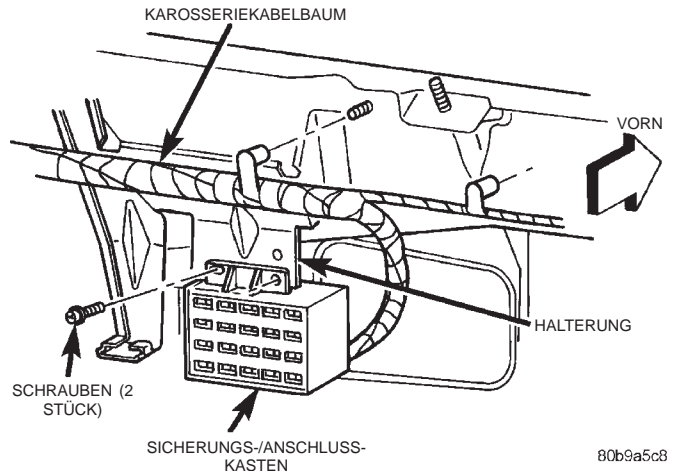

Abb. 6 Sicherungs-/Anschlußkasten aus- und einbauen
(1) Batterie-Minuskabel (-) abklemmen und elektrisch isolieren.
(2) Instrumententafel von der Spritzwand abbauen. Näheres hierzu siehe **“Instrumententafel”** im Abschnitt **“Aus- und Einbau”** in Kapitel 8W, “Schaltpläne”.
(3) Die einzelnen Steckverbinder des Karosseriekabelbaums abziehen. Näheres hierzu siehe Abschnitt **“Lage der Steckverbinder”** in Kapitel 8W, “Schaltpläne”.
(4) Alle Befestigungselemente lösen, mit denen die Masseösen des Karosseriekabelbaums an der Karosserie und am Fahrwerk angebracht sind. Näheres zur Lage der Ösen siehe Abschnitt **“Lage der Steckverbinder”** in Kapitel 8W, “Schaltpläne”.
(5) Die einzelnen Halter lösen, mit denen der Karosseriekabelbaum an der Karosserie und am Fahrwerk angebracht ist. Näheres zur Lage der Halter siehe Abschnitt **“Lage der Steckverbinder”** in Kapitel 8W, “Schaltpläne”.
(6) Die beiden Schrauben lösen, mit denen der Sicherungskasten an der Halterung an der Spritzwand befestigt ist (Abb. 6).